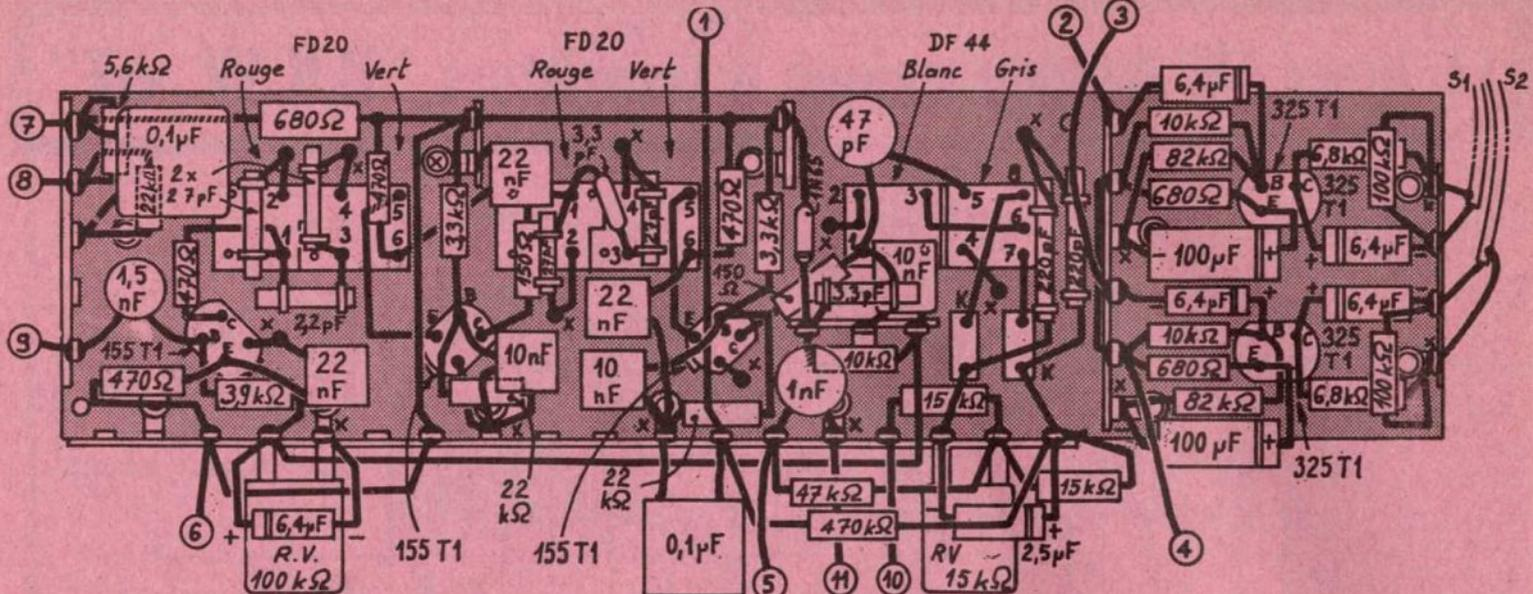

FIG. 2. — Câblage de la plaquette FI/pré-amplis (vue inférieure)
On commence par câbler, à part, et selon les plans des figures 2 et 3 les éléments suivants :
- L'orientation est donnée par le plan de câblage (fig. 2).